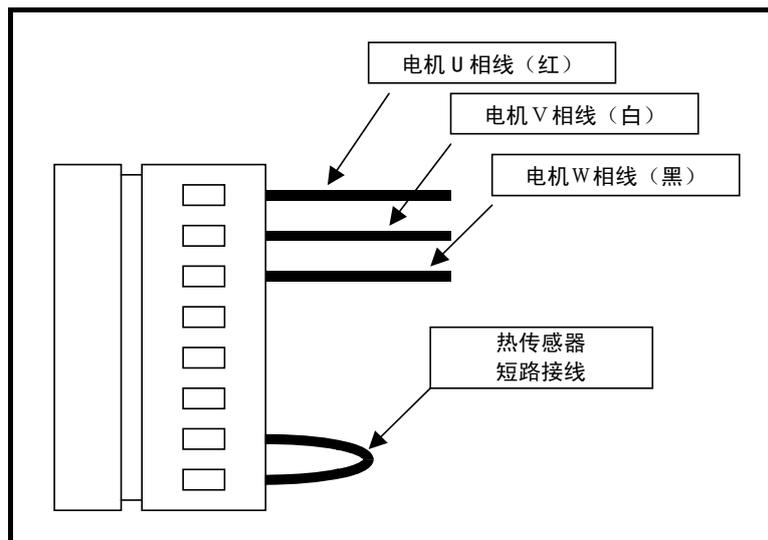

图 A-13：出厂时的电机电缆连接状态
- (1) 确认电机电缆的现状为「图 A-13：出厂时的电机电缆连接状态」的状态。